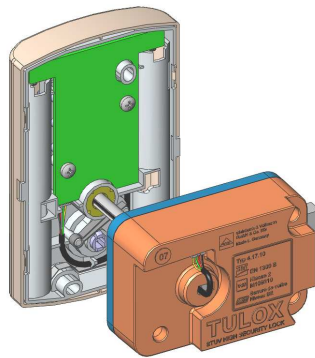
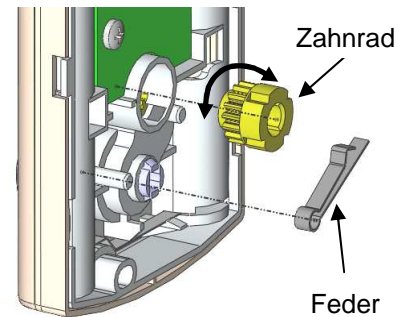

Bild 3
Bild 4
Sollte die gewünschte Sperrrichtung des Schlosses nicht Bild 3 entsprechen, müssen Sie die Feder entfernen, das Zahnrad aus dem Grundkörper holen und in **90°** Schritten in die gewünschte Position drehen (Bild 4)
2. Stecken Sie das Schloss auf die Achse (Bild 3).